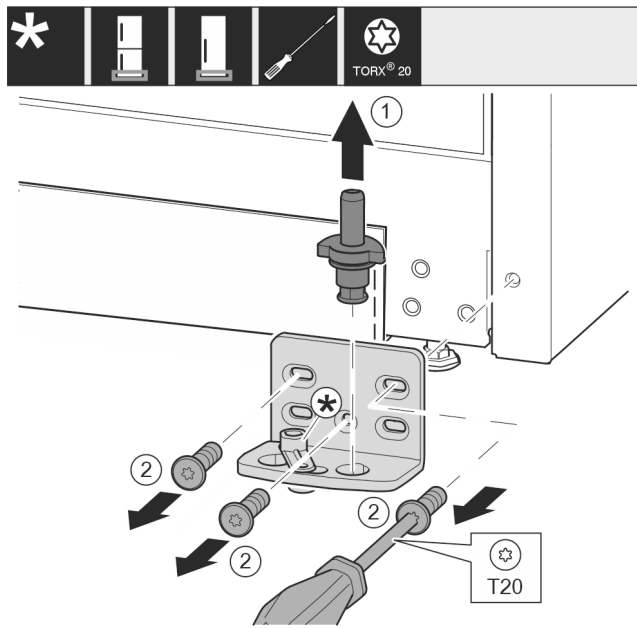

Fig. 39 *
- Estrarre completamente verso l'alto i perni di supporto Fig. 39 (1)*
- Svitare le viti Fig. 39 (2) con un cacciavite e rimuovere il blocco di supporto.*